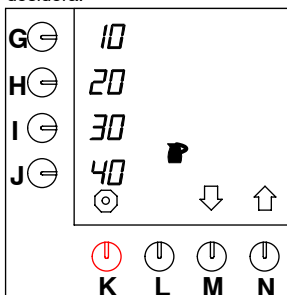

Fig. 37 Regolazione dei tasti di selezione preprogrammati per i bricchi
- Premere il tasto di selezione (N.)↑ fino a che sullo schermo viene visualizzato quanto illustrato nella fig. 37 .